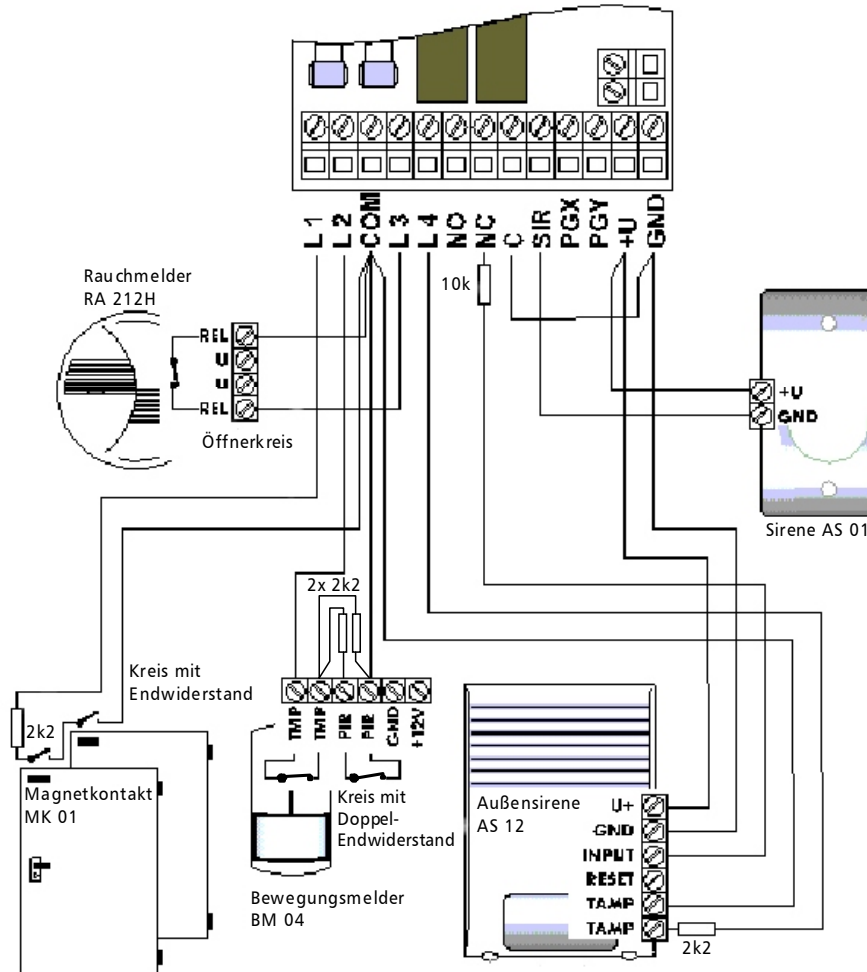

Abb. 5
2.3 Verdrahtete Komponenten anschließen (siehe Beispiel, Abb. 5).
Beispiel: Im Verdrahtungsbeispiel Abb. 5 werden folgende Einstellungen vorgenommen: